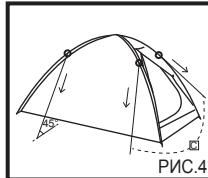

РИС.4
7. Протяните один конец растяжек <C> через петли по четырем углам внешней палатки <A>. (РИС.4)
8. Протяните другой конец через колышки для палатки <D> и закрепите, вставив колышки <D> в землю. (РИС.4)